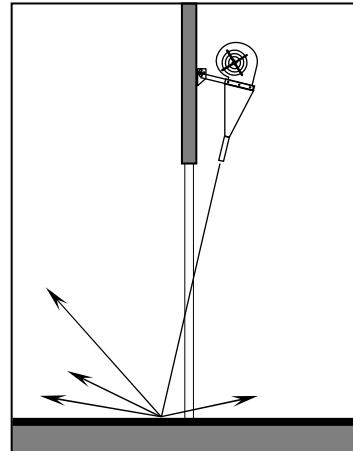

Fig.5
- Al fine di assicurare un corretto funzionamento della barriera, il flusso dell'aria deve essere indirizzato verso l'esterno in prossimità della linea di base del portone, in modo che il riflesso dell'aria sia maggiore verso l'esterno (Fig.5).
- In order to ensure correct operation of the barrier, the air flow must be directed towards the outside near the base line of the door, so that the air flow is higher towards the outside (Fig.5).